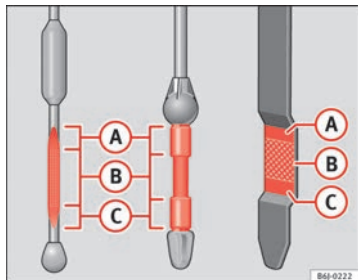

Fig. 108 Varilla de medición del nivel de aceite
- A continuación, vuelva a extraerla y compruebe el nivel de aceite ⇒ fig. 108. En caso necesario, reponga aceite del motor.